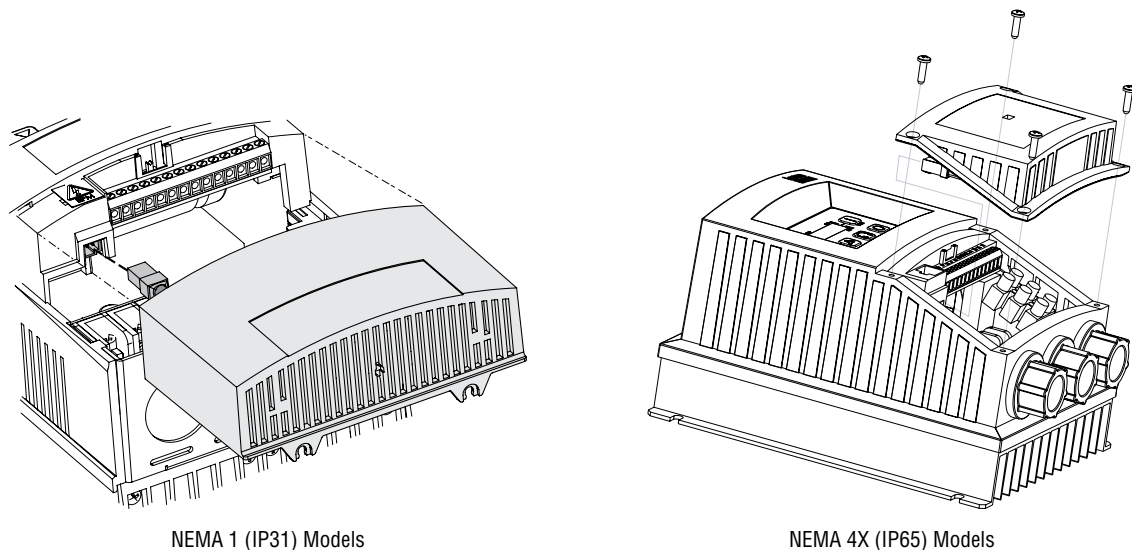

Figura 3: Rimontaggio del coperchio della morsettieria
4. Riallineare il coperchio alla morsettieria per il rimontaggio, collegare il connettore ombelicicale del modulo all'azionamento, chiudere il coperchio e fissarlo saldamente come illustrato nella Figura 3.